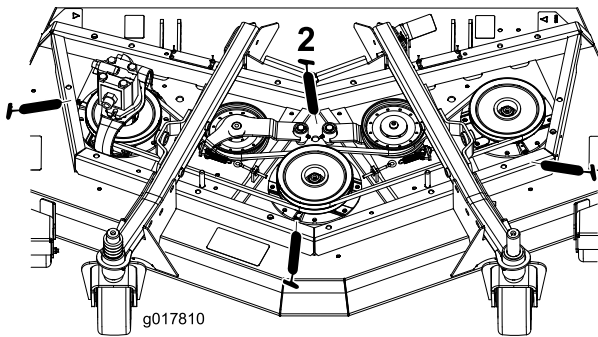

Figure 62
- Paliers d'axes de pivot (3) (sous la poulie) (Figure 62)
- Bagues de pivot du bras de la poulie de tension (2) (Figure 62).